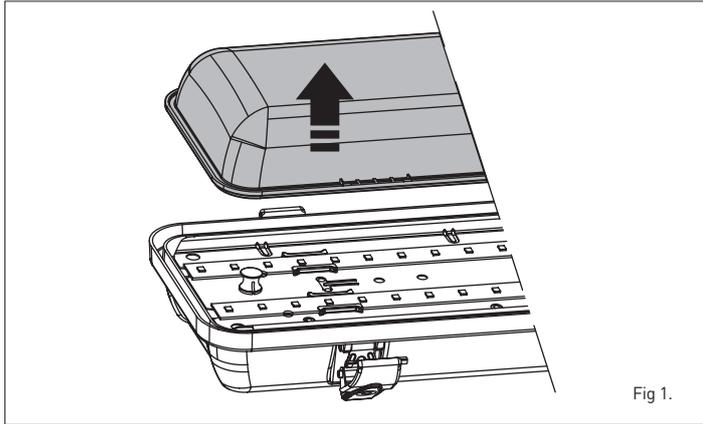

Fig 1.
3. Unclip the diffuser and remove it (Fig 1).
3. Détachez et enlevez le diffuseur (fig. 1).